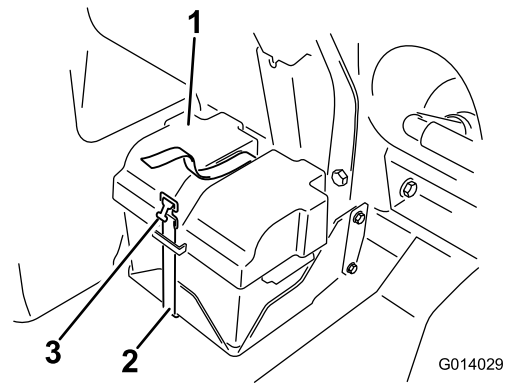
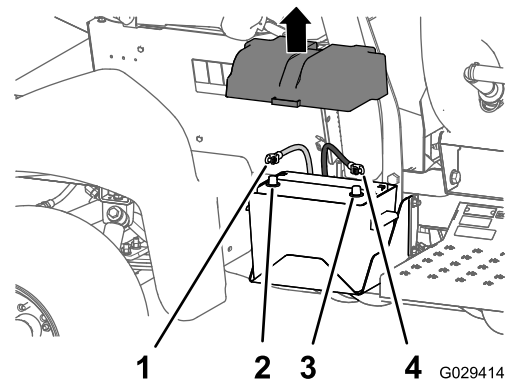

Bild 3
Bild 4
3. Nehmen Sie die Batterieabdeckung ab und klemmen das Minuskabel (schwarz) vom Batteriepol ab (**Bild 3** und **Bild 4**).
4. Klemmen Sie das Pluskabel (Rot) vom Batteriepol ab (**Bild 4**).